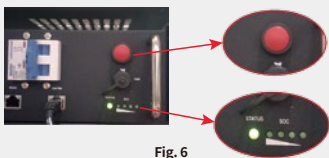

Fig. 6
**F** Accendere l'interruttore della batteria, quindi premere il pulsante rosso per 2 secondi, la spia di stato diventerà verde. Attendere circa 30 secondi, se la comunicazione BMS è normale, la spia di stato rimane verde e la batteria inizia subito a funzionare. Se invece la spia di stato diventa rossa, premere il pulsante rosso per 5 secondi. Quando la spia di stato diventa di nuovo verde, il sistema di batterie è pronto per funzionare (Fig. 6).